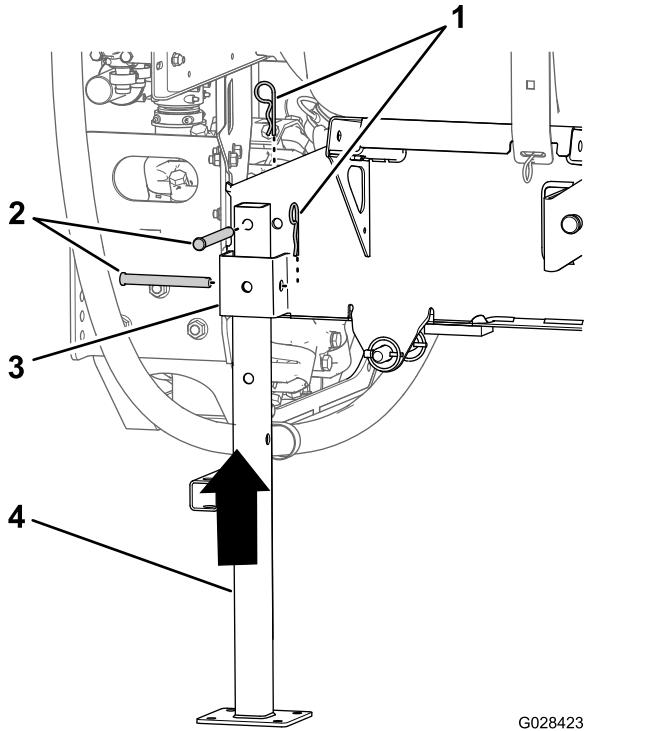

Figura 100
5. Alinee la pata de apoyo trasera con el receptor de la pata trasera (Figura 100).
6. Alinee el orificio de la parte superior de la pata de apoyo con el orificio del bastidor del patín del depósito (Figura 100).
7. Sujete la pata de apoyo al receptor y al bastidor con dos pasadores de horquilla ($\frac{1}{2}'' \times 4\frac{1}{2}''$) y dos chavetas ($5/32'' \times 2\frac{5}{8}''$), como se muestra en la Figura 100.